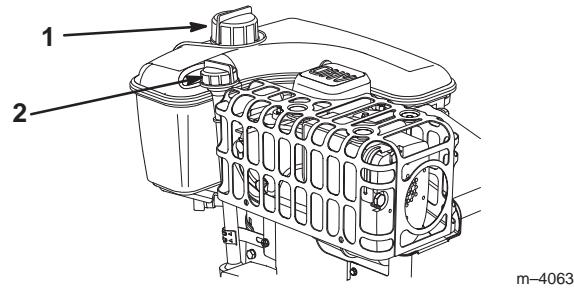

Bild 12
- Reinigen Sie den Bereich um den Peilstab (Bild 12).
- Nehmen Sie den Peilstab heraus, indem Sie den Deckel entgegen dem Uhrzeigersinn drehen und ihn herausziehen (Bild 12).
1. Reinigen Sie den Bereich um den Tankdeckel (Bild 12).